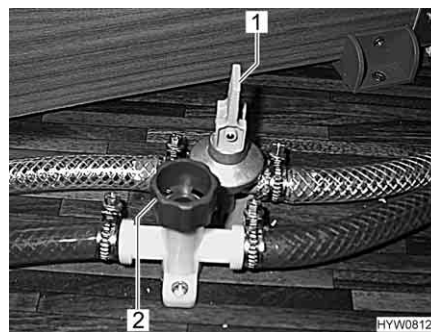

Bild 153 Avtappningskranar
- Stäng alla avtappningskranarna för varmvattenberedaren. Ställ då vipparmen (Bild 153, 1) i vågrätt läge och vrid ventillocket (Bild 153, 2) medurs.
- Öppna alla avtappningskranarna för varmvattenberedaren. Ställ då vipparmen (Bild 153,1) i lodrätt läge och vrid ventillocket (Bild 153,2) moturs.